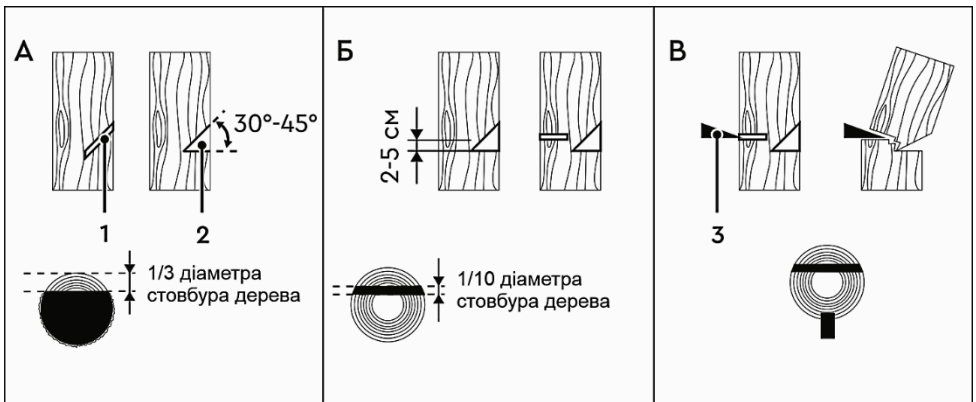

Рисунок 10
4.7.4 Виконання пропилів (рисунок 10)
Почніть пиляти дерево з того боку куди воно має впасти (1, рисунок 10-A).
Зробіть клиноподібний пропили (2, рисунок 10-A) під кутом $30-45^\circ$, глибина якого приблизно дорівнює $1/3$ від товщини стовбура.
Валочний розпил (рисунок 10-Б) зробить із протилежного боку від клиноподібного пропилу, помістивши зубчастий упор пили на стовбур на 2-5 см вище нижнього краю клиноподібного пропилу. Завершіть пиляння тоді, коли до внутрішнього краю клиноподібного пропилу залишиться близько 1/10 діаметра стовбура. Коли робите валочний розпил, не намагайтеся пропиляти стовбур наскрізь до клиноподібного пропилу.
Частина стовбура, яка залишилася не пропиляною, буде направляти його в необхідний бік. Коли дерево почне падати, зупиніть роботу пили та негайно відійдіть у безпечну зону. Якщо дерево не почало падати, необхідно забити клин (3, рисунок 10-В), після чого дерево почне падати в сторону клиноподібного пропилу.